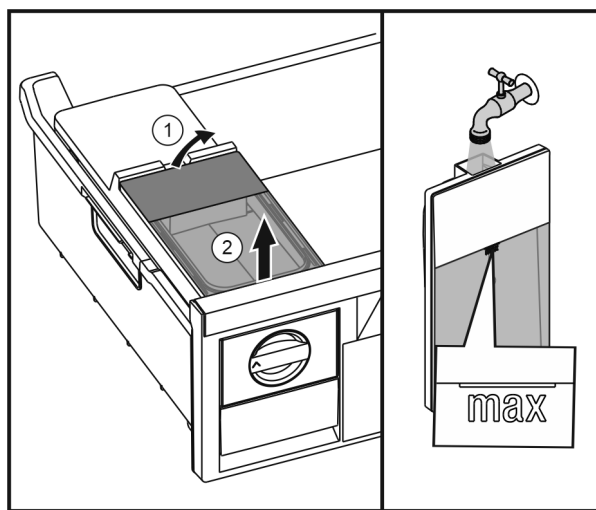

Fig. 29
- ▶ Повдигнете резервоара за вода отзад Fig. 29 (1) и извадете нагоре Fig. 29 (2).